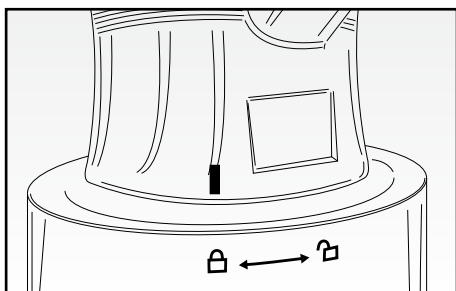

Fig. 11
- Inserire il frullatore (T) sul corpo motore (B) allineando la tacca presente sulla base del frullatore col simbolo  e ruotandolo in senso orario verso il simbolo  (Fig. 11).